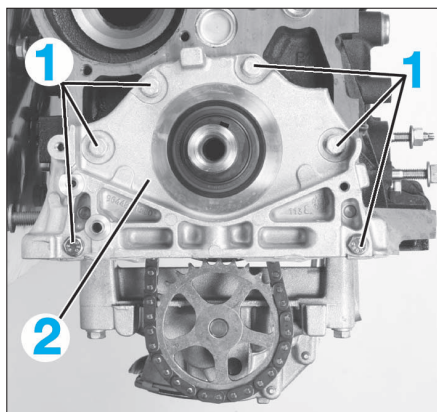
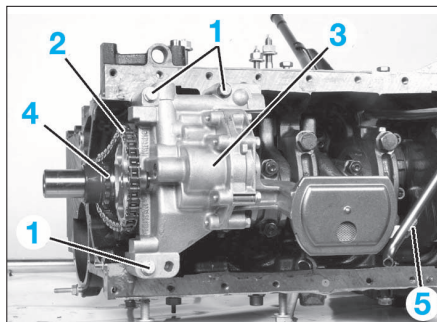

FIG. 24
FIG. 25
- les vis (1) du carter de fermeture (2) côté pompe à huile (Fig.24).
- le carter (2) de fermeture coté pompe à huile.
- la vis (5) de la jauge à huile sur la crépine (Fig.25).
- les trois vis (1) de fixation de la pompe à huile.
- la pompe à huile (3) en même temps que la chaîne (2) et le pignon (4).